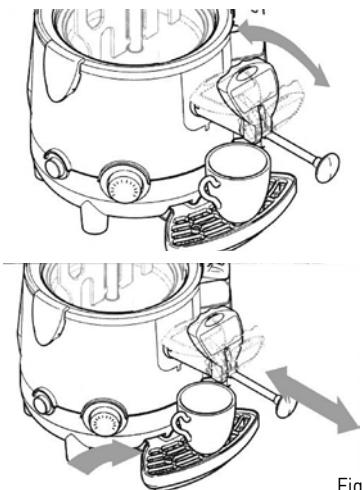

Fig. 1
- Se il cioccolato caldo è versato troppo lentamente, si raccomanda di spingere al massimo la leva; per rimuovere le sostanze bloccate nel dosatore, tirare e spingere qualche volta la leva senza spingere l'apparecchio (vedere la fig. 1).
**Attenzione! Rischio di ustioni! Durante il funzionamento dell'apparecchio non toccare il coperchio del contenitore (1) o il contenitore (2) perché sono molto caldi. Il coperchio del contenitore (1) deve essere sempre sollevato per la maniglia.**